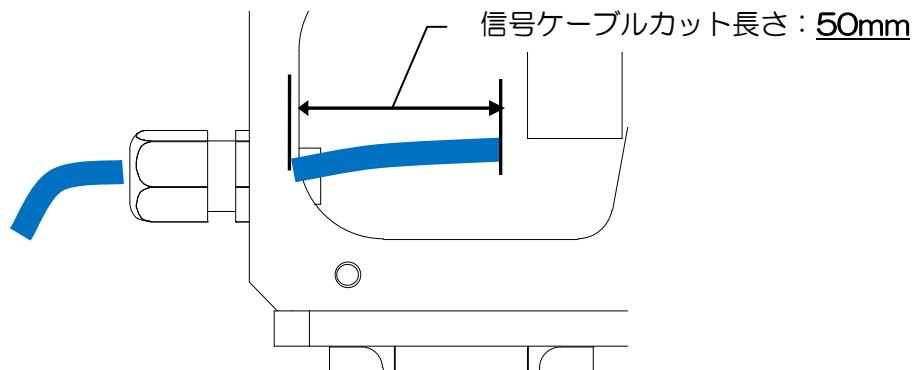

図 17. 信号ケーブル長さ出し
③ 信号ケーブルをケーブルランドに通し、給電ケーブルを基準にして長さを調節し、ハウジングから 50mm の長さの位置でカットします。(図 17 参照)